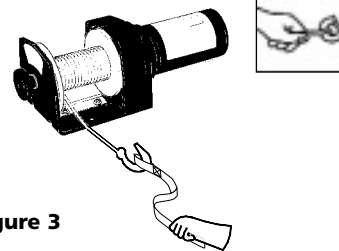

Figure 3
8. **TENEZ-VOUS À L'ÉCART DU TREUIL, DU CÂBLE SOUS TENSION ET DU CROCHET LORSQUE LE TREUIL EST EN MARCHÉ.** Ne mettez jamais les doigts dans le crochet. Vous pourriez perdre votre doigt au cas où il serait pris dans le crochet. **UTILISEZ TOUJOURS LA BARRE PROTÈGE-MAINS** lorsque vous guidez l'entrée et la sortie du câble. (Voir la Fig. 3.)